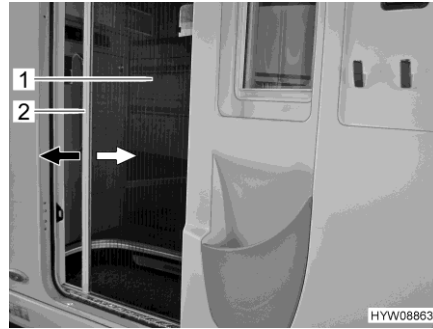

Fig. 57 Protección contra insectos (puerta del habitáculo)
- Agarrar el agarradero (Fig. 57,2) con ambas manos y extraer la protección contra insectos (Fig. 57,1) uniformemente del alojamiento de puerta.
- Agarrar el agarradero (Fig. 57,2) con ambas manos e introducir la protección contra insectos (Fig. 57,1) en el alojamiento de puerta presionando ligeramente.